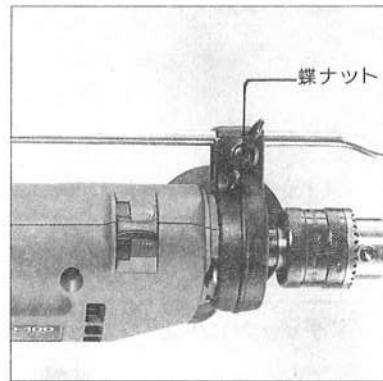

図3
- サイドハンドルを本機に差し込んで、蝶ナットでしっかりと締め付けてください。(図3参照)